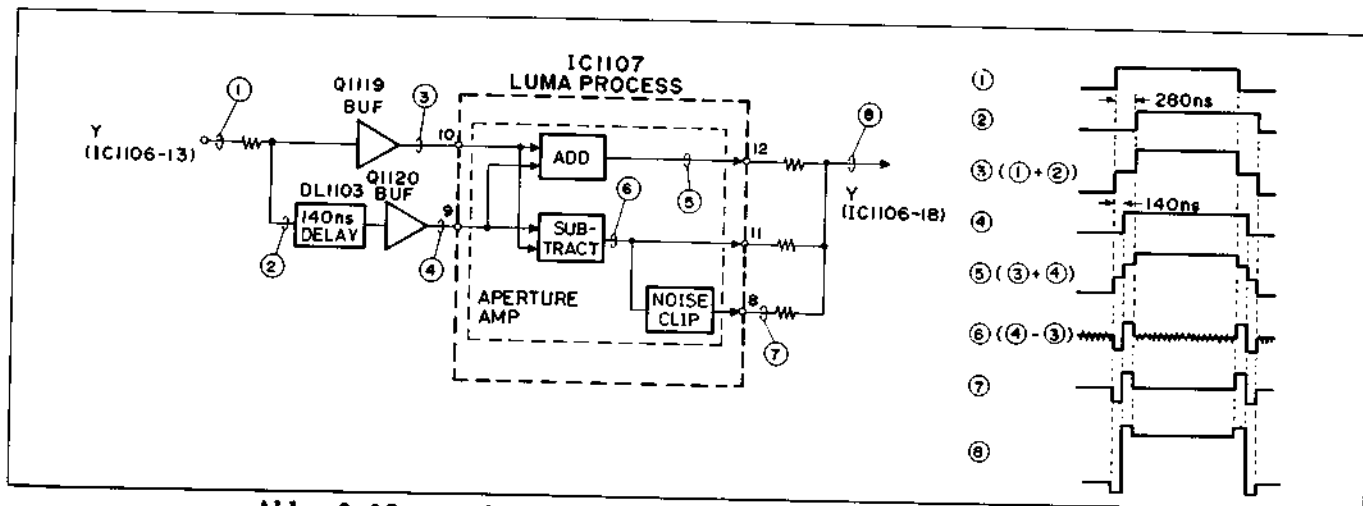

Abb. 2-13 Horizontal-Blendenkorrektur-Schaltkreis
2.4 Horizontalblenden-Korrekturschaltkreis (Abb. 2.13)